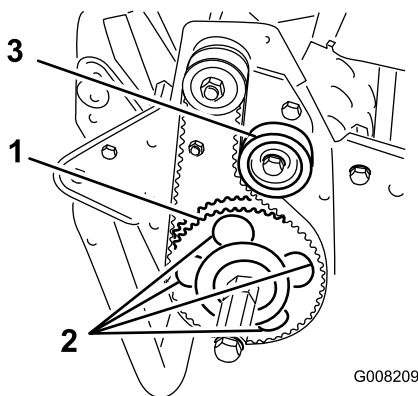

図 43
7. 受動プーリを回して、4つの穴にローラ・ベアリング・フランジ・ネジを整列させる（図 43）。
11. ベルトの張りを調整し、アイドラ・プーリ・ネジを締める（図 43）。